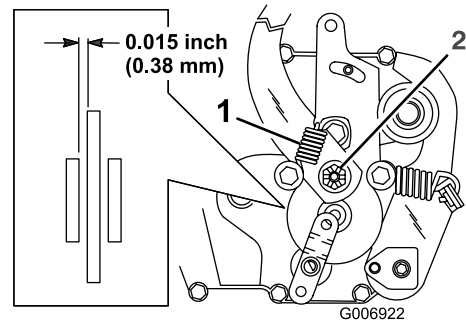

Figura 31
Il freno di stazionamento si trova sul lato destro del ponte posteriore, all'interno del pneumatico posteriore (Figura 31). Se il freno di stazionamento non è saldo, mettetelo a punto.
2. Togliete la molla del braccio del freno (Figura 31).
3. Togliete la coppia che fissa il dado di regolazione del freno, ed allentate lentamente il dado (Figura 31).
4. Inserite uno spessore di 0,38 mm fra il disco del freno e la pastiglia (Figura 31).